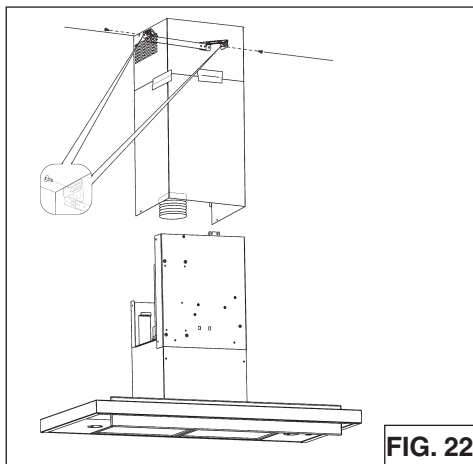

FIG. 22
8. Soulevez le conduit décoratif en place. Fixez le conduit supérieur à la bride de montage avec (2) vis de 3,9 x 6 mm (Fig. 22).